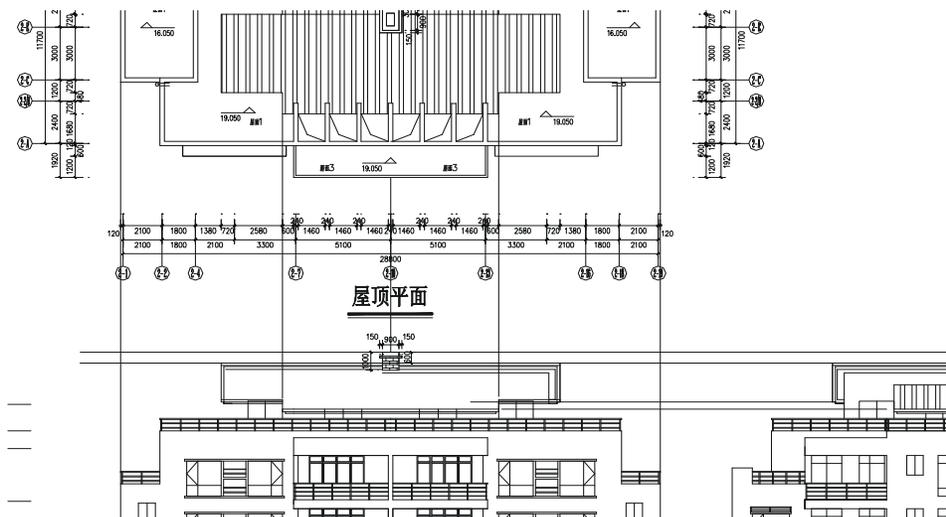

图 12-1-40
**STEP 32** 根据引出的辅助线对上面复制的瓦顶进行整理, 并剪掉被瓦面挡住的窗户部分, 如图 12-1-40 所示。